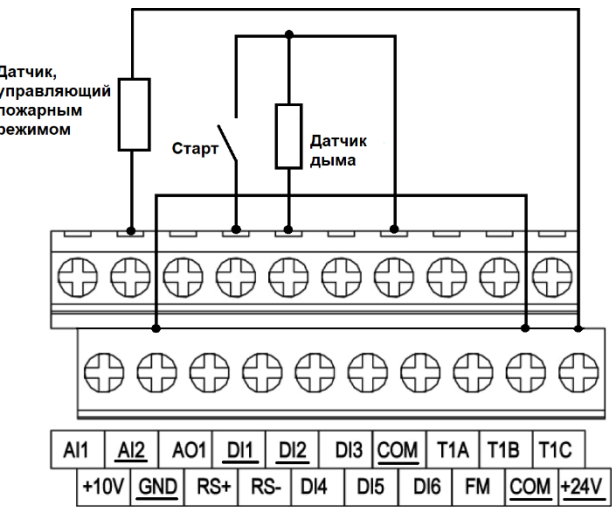

Рисунок 2. Схема подключения через внутренний источник питания
- С использование внутреннего блока питания (Рис. 2)